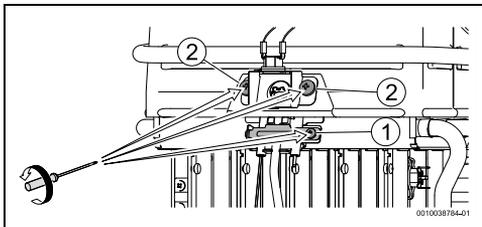

Fig. 19
- ▶ Smontare le viti che fissa il supporto del bruciatore accensione Fig. 19, [1].
- ▶ Smontare le viti che fissano il dispositivo di controllo per lo stato camera di combustione, Fig. 19, [2].